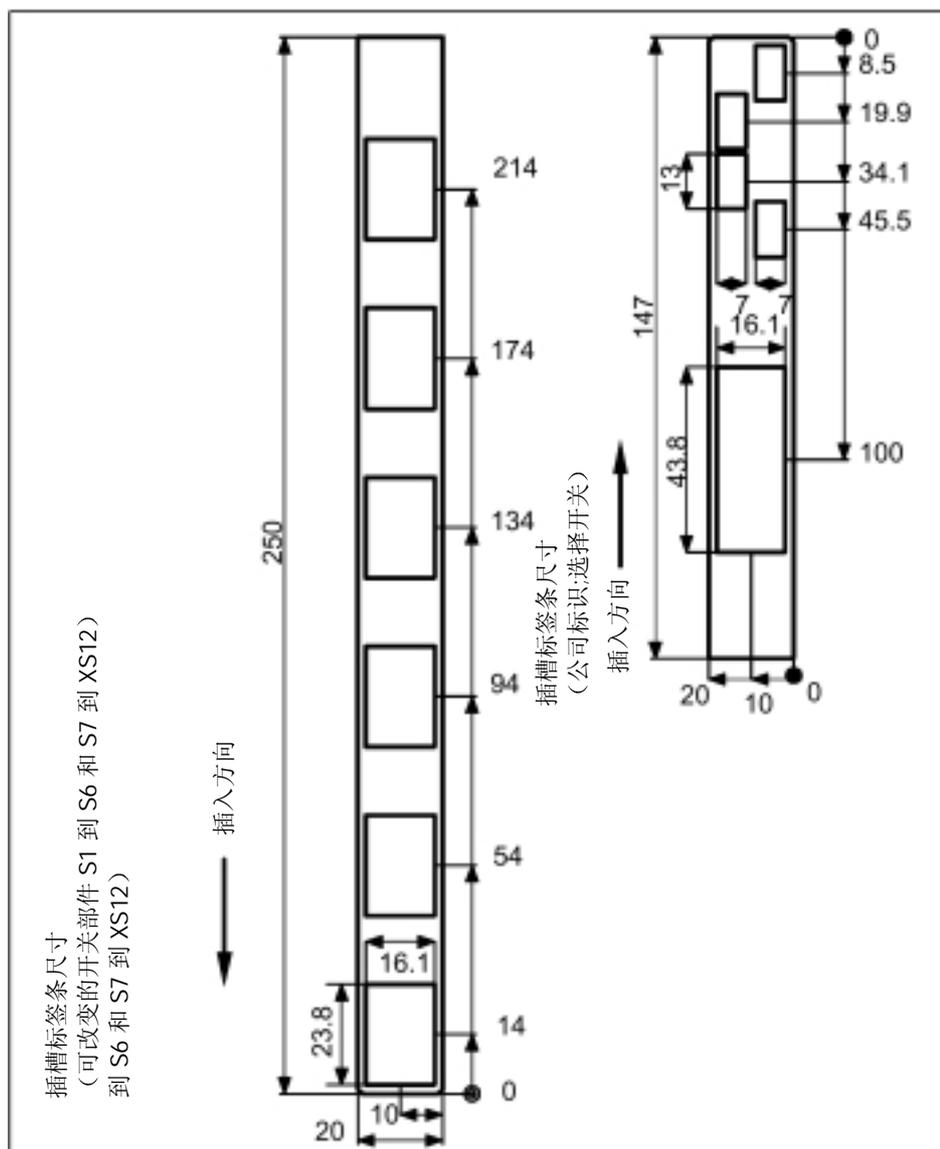

图 12-9 插槽标签条尺寸
3. 使用没有跳接功能的按键 S11，使能键如图 12-9。